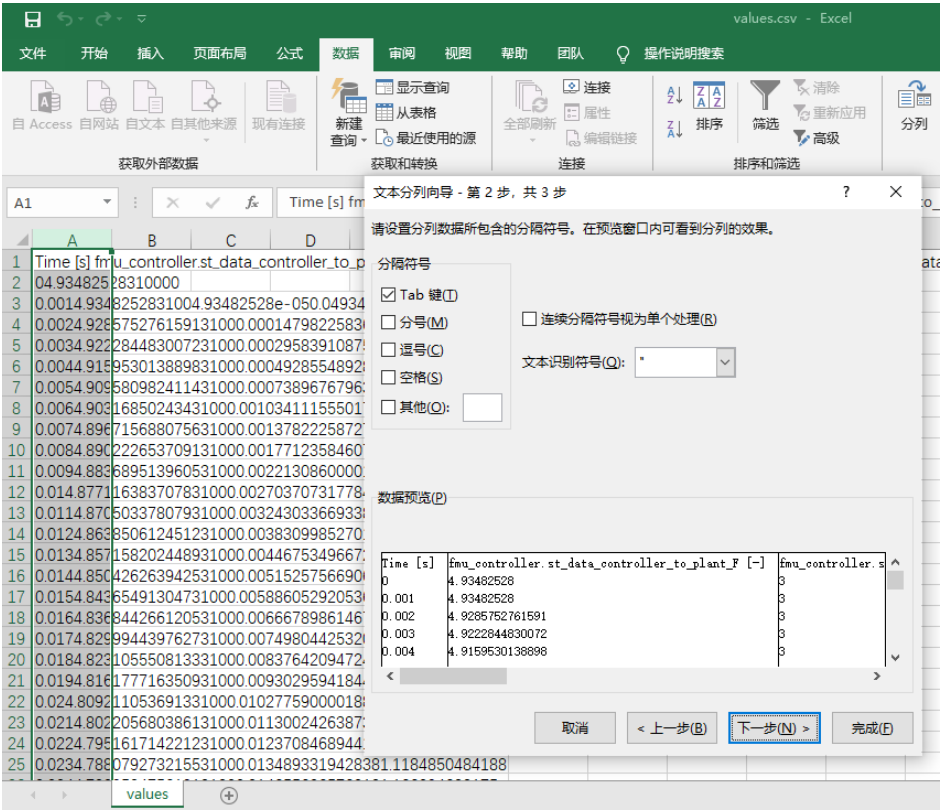

图 3.14: Excel 中查看结果 csv 数据文件
- 识别该 csv 文件的分隔符，用 Excel 等工具格式化查看，如 图 3.14。